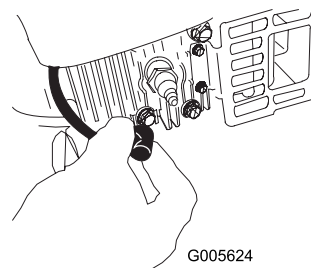

Figura 28
2. Staccate il cappello dalla candela prima di eseguire interventi di manutenzione (Figura 28).